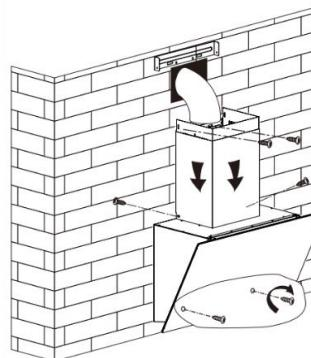

Рис. 6
- Прикрепите кожух к вытяжке, используя 2 винта ST4x8 мм. Закрепите внешний кожух на стене используя 2 винта ST4x40 мм. Одновременно вытащите воздуховод из кожуха и подключите его к вентканалу. См. Рис. 6.